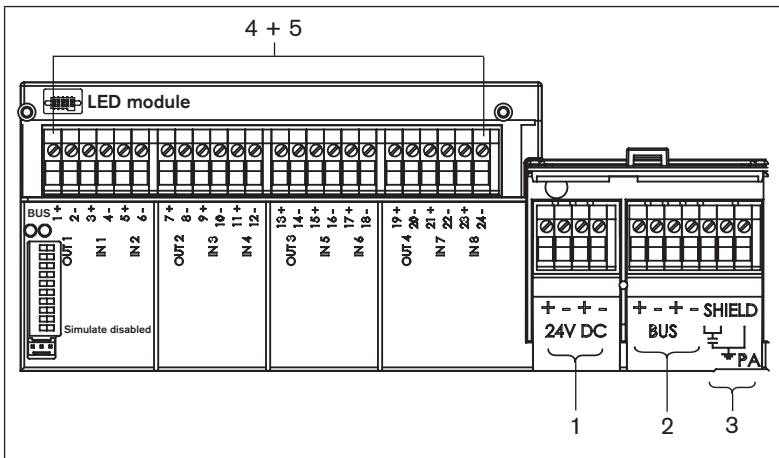

Figure 6-2: Vue d'ensemble des bornes et des sorties
- raccorder le blindage du câble sur la borne de droite (voir Figure 6-2 Position 3).
- Raccorder le blindage du câble sur les deux bornes de gauche (voir Figure 6-2 Position 3).